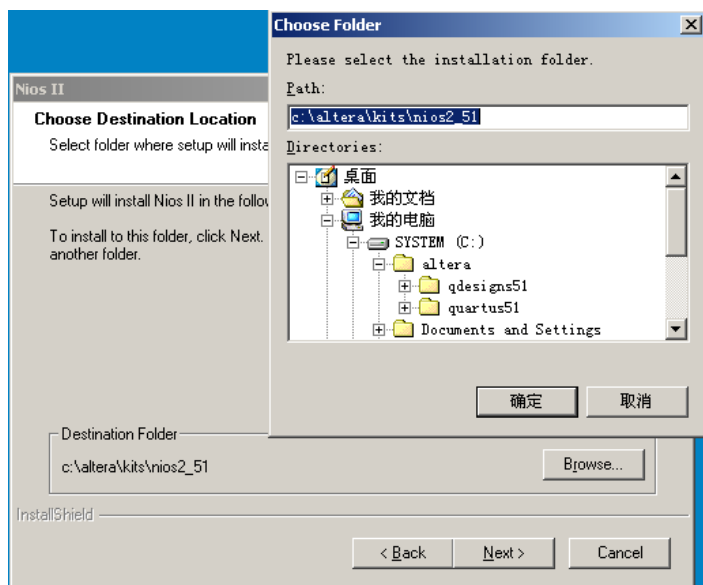

图 3-24 安装路径选择
(3) 点击 NEXT 继续安装，根据安装提示信息选择相应的安装选项。图 3-24 为安装路径设定对话框。